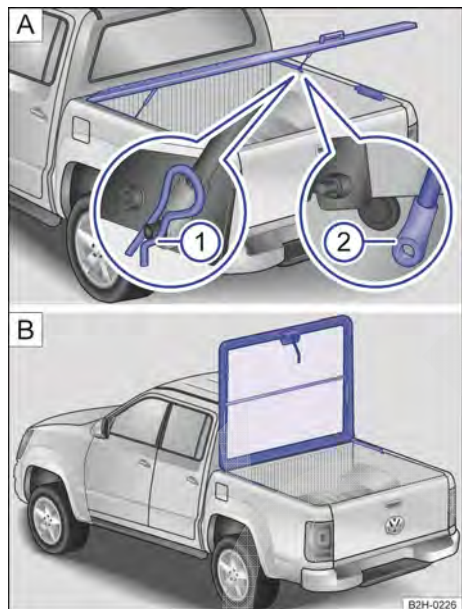

Fig. 25 Cobertura do compartimento de carga, alumínio: **A**: remover o amortecedor a gás e **B**: cobertura do compartimento de carga vertical.
- Abrir a tampa do compartimento de carga → Fig. 25.
- Remover o clipe de fixação do pino de admissão no amortecedor a gás nos dois lados do veículo ① **A**.
- Puxar os dois amortecedores a gás na parte inferior do pino de admissão ② **A**. Com a ajuda de uma segunda pessoa, manter a cobertura do compartimento de carga na posição.
- Posicionar a cobertura do compartimento de carga verticalmente com ajuda de uma segunda pessoa → Fig. 25 **B**.